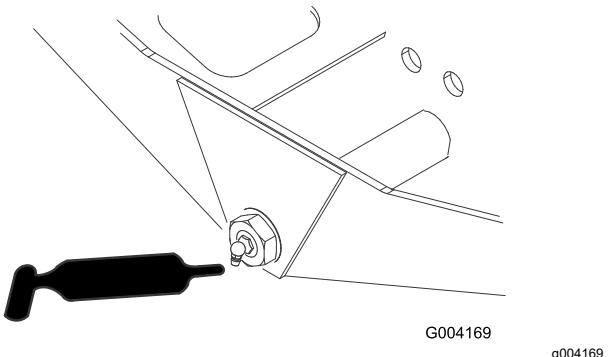

Рисунок 45
- Ось поворота моста (1 шт.) — Рисунок 45